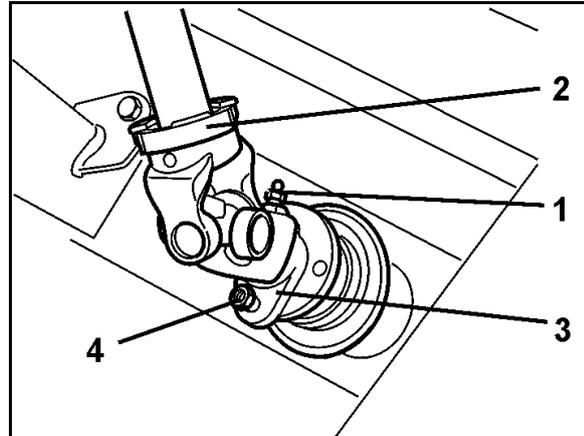

Fig. 87
2. Décompressez les ressorts (Fig. 87/1) en desserrant les écrous (Fig. 87/2).